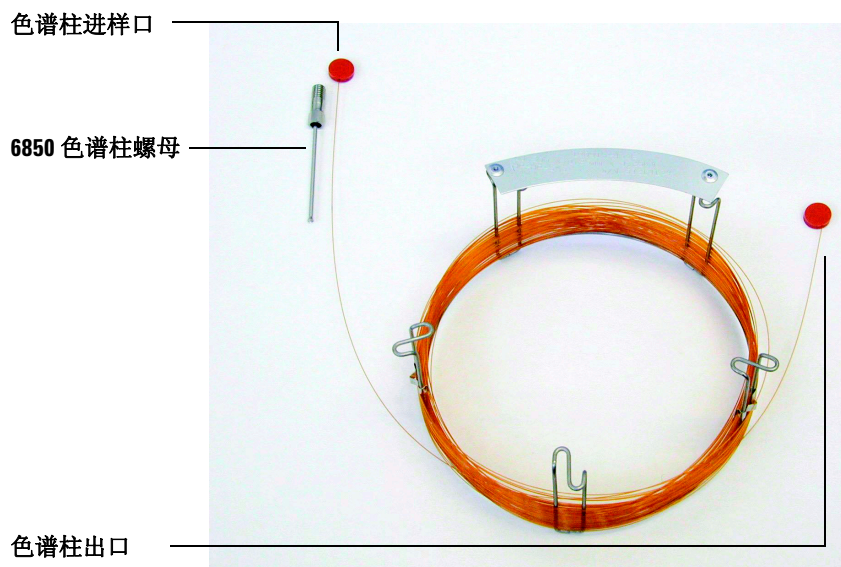

图 2 色谱柱
- 1 请将色谱柱（GC 运输工具箱中的 19091S-433E）放到表面清洁的地方，并且色谱柱标签在 12 点方向面朝用户。请注意，色谱柱的进样口和出口的朝向和使用 GC 检测器时的朝向是一样的，并且色谱柱的出口是放在色谱柱架的背面的（离风扇更近）。请参阅图 2。